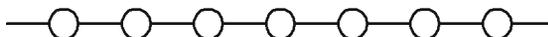

Рис. 130.7. Образец стиля линии
**Задание.** Создайте стиль линии **Перекрытие маслонепроницаемое** (рис. 130.7, 130.8). Толщина и цвет линии соответствуют основной линии.